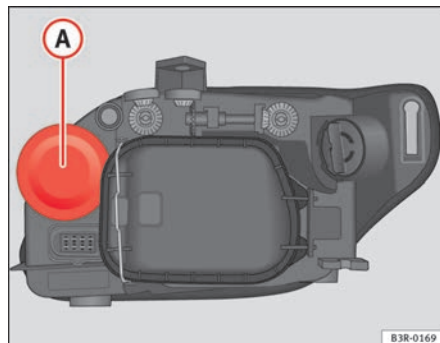

Fig. 202 Abbaglianti
- Rimuovere la copertura di gomma **(A)** $\Rightarrow$ fig. 202 tirandola.